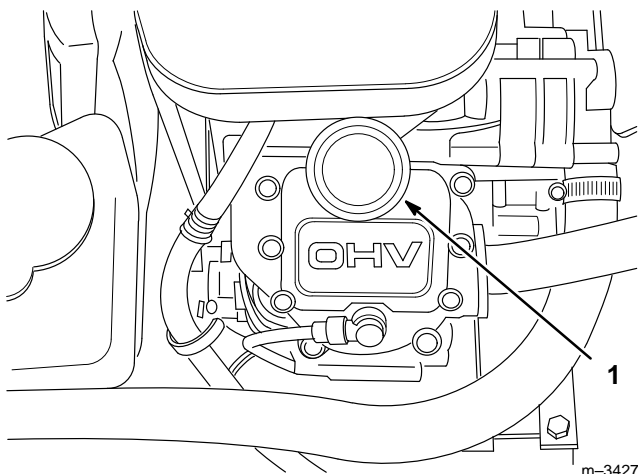

Figure 27
6. Retirer le bouchon de remplissage d'huile (Fig. 27) et remplir le carter d'huile moteur de haute qualité, de classe de service API SG ou SH (voir tableau de viscosité) jusqu'au niveau requis.
7. Verser lentement environ 80% du volume d'huile spécifié dans le goulot de remplissage (Fig. 27), puis contrôler le niveau d'huile, voir Contrôle du niveau d'huile, page 10. Rajouter de l'huile lentement pour amener le niveau jusqu'au repère du plein ("H") sur la jauge.